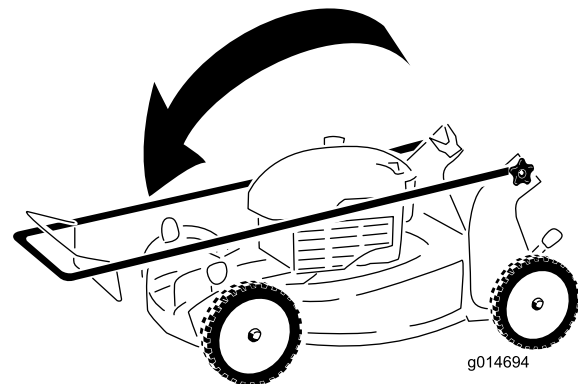

Figura 27
2. Piegate la stegola superiore in avanti come mostrato in figura Figura 27.